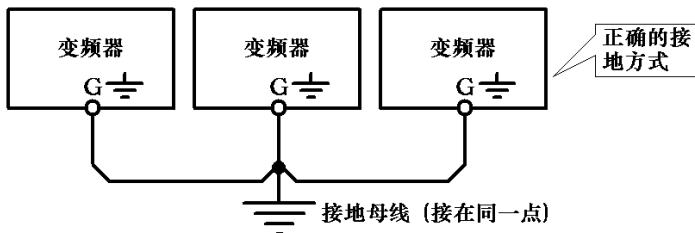

图 1-1
- 为了安全起见，变频器的接地端子必须可靠接地，为了避免接地共阻抗干扰的影响，多台变频器的接地要采用一点接地方式，如图 1-1 所示。